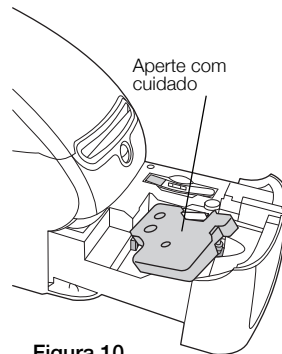

Figura 10
- 3 Insira o cassete e pressione com firmeza até ele prender no local. Verifique se a etiqueta e a fita estão posicionadas corretamente. Consulte a Figura 10.
- 3 Inserire la cartuccia e premerla con decisione fino ad avvertire uno scatto che ne indica l'inserimento corretto. Assicurarsi che l'etichetta e il nastro siano posizionati in modo corretto. Vedere la Figura 10.